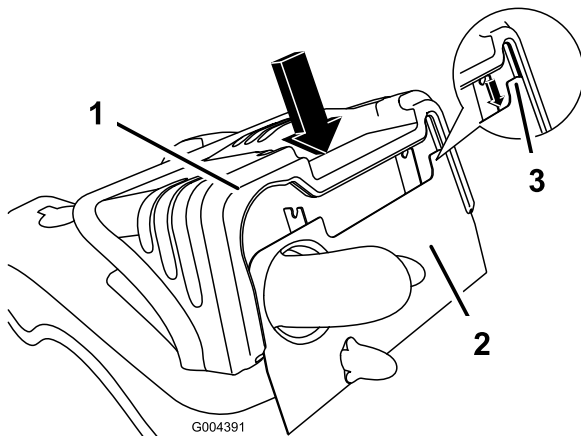

Figura 28
1. Para instalar el capó, alinee la ranura del capó con el bastidor y baje éste cuidadosamente sobre el bastidor (Figura 28). Asegúrese de que el bastidor se asiente correctamente en la ranura del capó antes de presionar hacia abajo el capó. Presione hacia abajo con cuidado para asentar el pasador de retención.